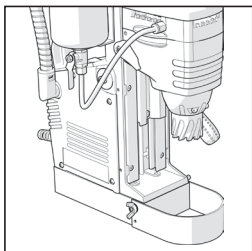

Fig. 2
- Atașați scutul de protecție și fixați-l în poziție cu ajutorul șuruburilor de fixare furnizate. **(Fig. 2)**